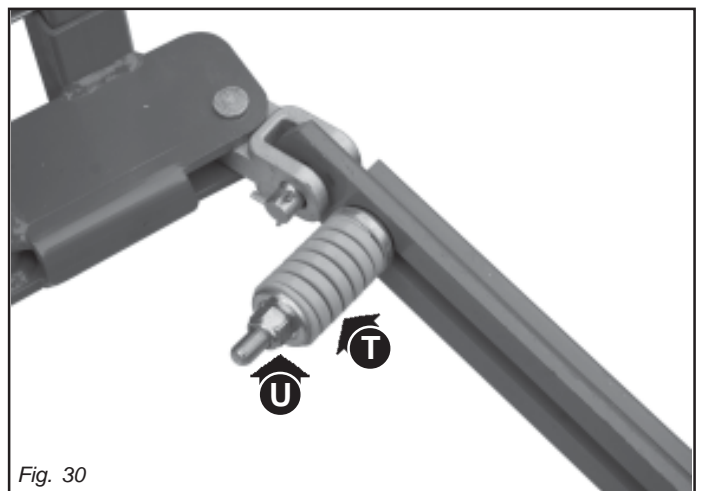

Fig. 30
- Die Sicherheitsstange (A, Abb. 29) aus dem Balken entfernen und in eigenen Sitz einstecken. Die Mähmaschine ist mit einer Sicherheitsvorrichtung gegen Hindernisse ausgerüstet. Falls diese durch Anstoßen an ein Hindernis zurückspringen sollte, muss man anhalten, ohne die Maschine zu heben und prüfen, ob die Kardanwelle nicht herausgesprungen ist; sonst muss sie wieder zusammengesetzt werden. Die Sicherheitsspannstange parallel zum Boden positionieren und den Rückwärtsgang des Schleppers einlegen, bis die Sicherheitsstange angekuppelt ist. Dann Rückwärts fahren bis die Sicherheitsstange wieder einhakt. Falls die Sicherheitsstange zu leicht aushaken sollte, muss die Feder (T, Abb. 30) durch die Mutter (U, Abb. 30) reguliert werden, indem diese jedesmal um eine halbe Umdrehung angezogen werden.